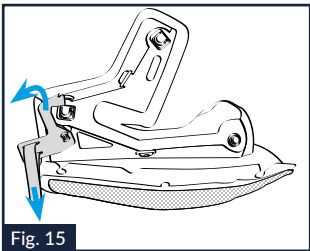

Fig. 15
12.1. Prendre le coussin de la mousse de joue de gauche et vérifier que le levier de sécurité situé à l'arrière se trouve en position d'ouverture (Fig. 15).